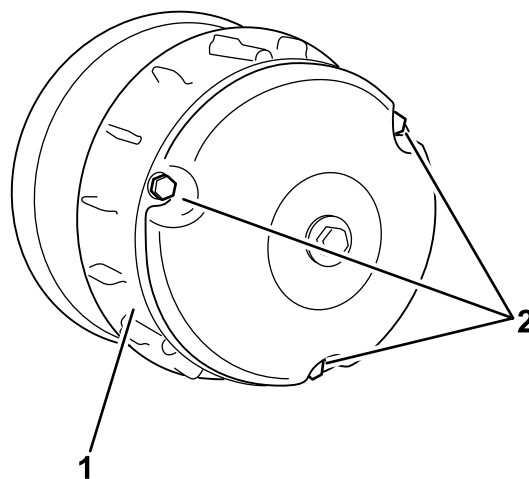

Figura 61
4. Coloque a tampa da embraiagem e fixe-a com os 3 parafusos (Figura 61) que retirou em 2.
2. Retire os 3 parafusos que fixam a tampa à embraiagem e retire a tampa (Figura 61).